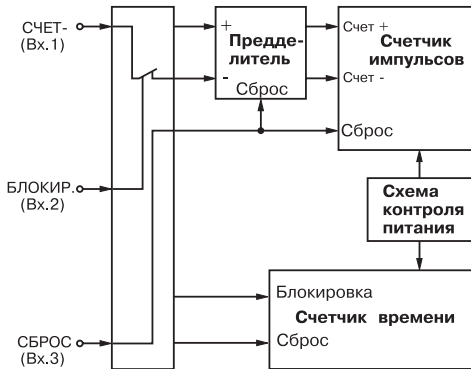

Рис. 10. Обратный счет импульсов с возможностью блокировки и сброса по отдельным входам
3.1.7.2. Обратный счет импульсов с возможностью блокировки и сброса по отдельным входам задается при значениях $inP=1$ (рис. 10).